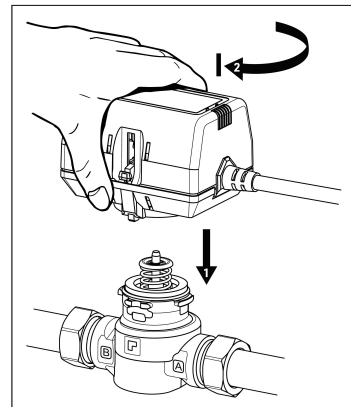

Fig. 4 Het plaatsen van de motor op de afsluiter
3. Houd het motorgedeelte onder een hoek van 45 ° (1/8 slag tegen de klok in) boven de afsluiter en druk deze in de bajonetsluiting. Draai hem vervolgens rechtsonder tot hij vastklikt in de borging. (zie fig. 4)